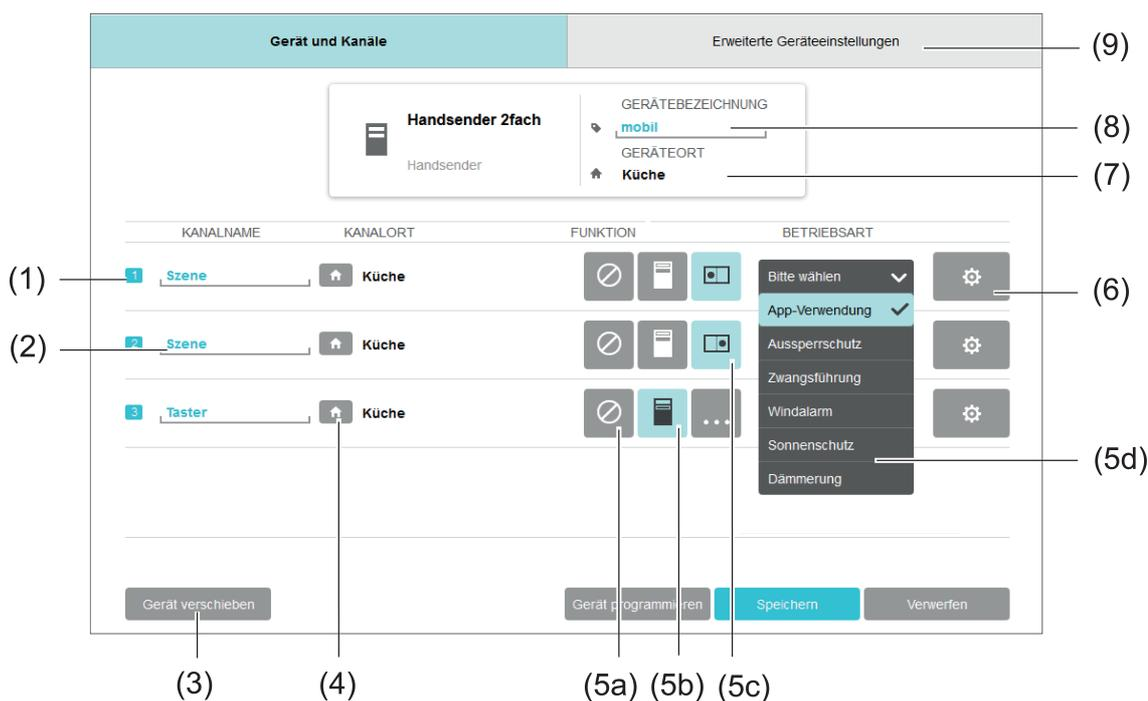
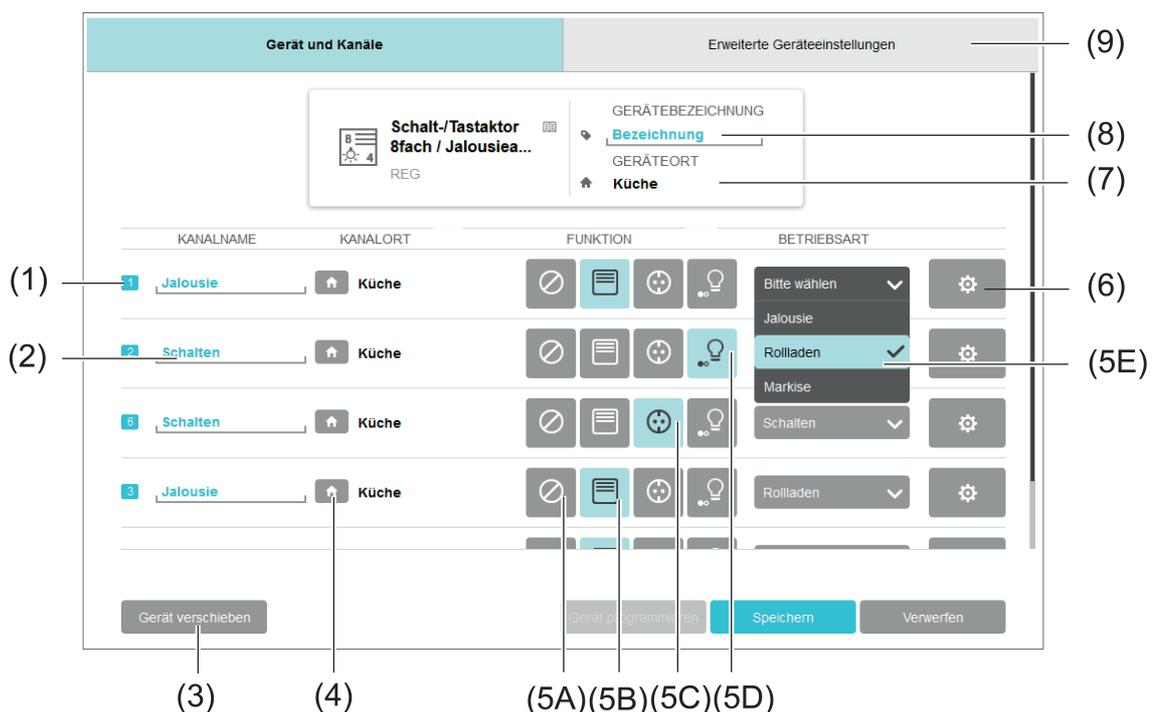

Bild 11: Fenster Geräteeinstellungen - Beispiel Handsender 2fach
Bild 12: Fenster Geräteeinstellungen - Beispiel Schalt/Jalousieaktor
Das Fenster für die Geräteeinstellungen öffnet sich (Bild 11) und (Bild 12).
- Einstellungen vornehmen und mit **Speichern** oder **Schließen** übernehmen (Bild 11).
- Einstellungen vornehmen und mit **Speichern** oder **Schließen** übernehmen (Bild 11) und (Bild 12).
Das Fenster für die Geräteeinstellungen wird beim Hinzufügen eines Gerätes oder über die Schaltfläche  geöffnet und wird anhand eines Beispiels für einen Sender (Bild 11) und einen Aktor (Bild 12) erläutert.
Die Kanaleinstellungen sind über die Schaltfläche  zu jedem Gerätekanal erreichbar (Bild 12) (6). Im Register **Kanaleinstellungen** können z.B. grundlegende Parameter eingestellt, Betriebsstunden abgelesen und zurückgesetzt werden. Weitere Einstellungen, wie Parameter der Gerätekanäle, sind im Register **Erweiterte Kanaleinstellungen** möglich.
Geräte können in den Geräteeinstellungen über die Funktion **Gerät verschieben** an einen anderen Geräteort verschoben werden (Bild 12) (3). In der Gerätedarstellung wird der Geräteort aktualisiert (Bild 4) (3).
- Register **Erweiterte Geräteeinstellungen** wählen (Bild 12) (9).
Über die Funktion **Gerät zurücksetzen** werden die Parameter des Gerätes auf Werkseinstellung zurückgesetzt und Verbindungen zu anderen Gerätekanälen gelöscht. Das Gerät wird dabei aber nicht aus dem Projekt gelöscht. Die Funktion kann über die Registerkarte **Erweiterte Geräteeinstellungen** aufgerufen werden (Bild 12).